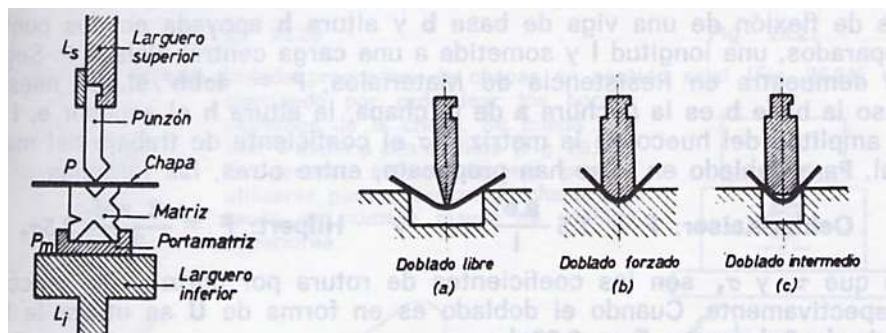

Figura 2: diferentes tipos de doblado de chapa.
- El doblado de chapa, mediante los procesos de doblado, libre y doblado forzado, con una prensa o plegadora con control numérico, Según se explica en la figura 2